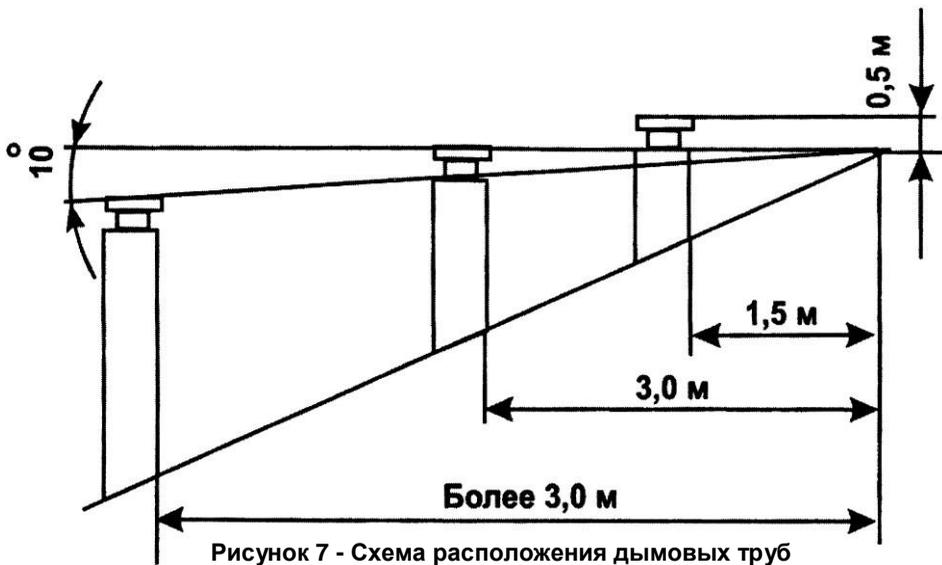

Рисунок 7 - Схема расположения дымовых труб
2) высота дымовой трубы над крышей здания устанавливается в зависимости от расстояния ее конька по горизонтали и должна быть (см. рис. 7):